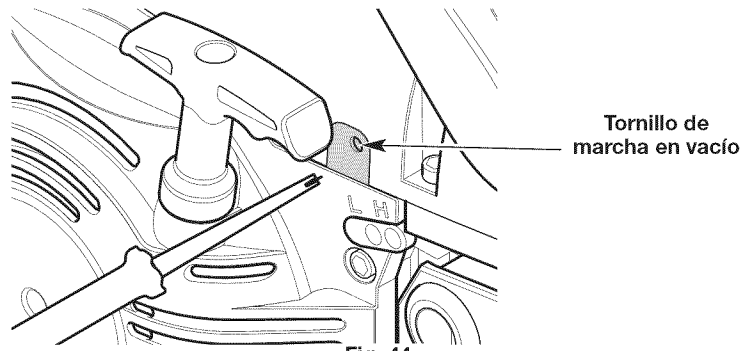

Fig. 44
- Si el motor se para, use un destornillador Phillips o un destornillador de cabeza plana pequeño para girar el tornillo de velocidad de ralentí en el sentido de las agujas del reloj, 1/8 de giro cada vez (según sea necesario) hasta que el motor funciona al ralentí de manera uniforme (Fig. 44).
- Si el motor funciona al ralentí demasiado rápidamente, gire el tornillo de velocidad de ralentí en el sentido contrario a las agujas del reloj, 1/8 de giro cada vez (según sea necesario) para reducir la velocidad de ralentí (Fig. 44).